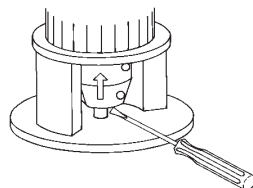

Рис. 19 Поднятие муфты и вала насоса
3. С помощью отвертки приподнимают (в направлении электродвигателя) муфту или вал насоса таким образом, чтобы произошло касание валов насоса и электродвигателя, как показано на рис. 19.